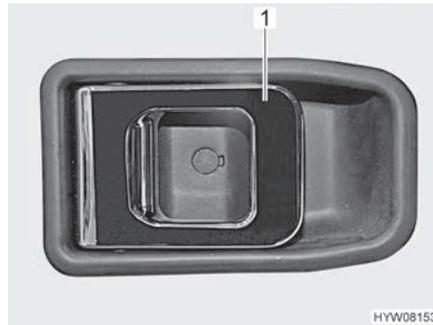

Fig. 25 Cerradura de la puerta (puerta del conductor interior)
- Tirar del tirador (Fig. 25,1). Se desbloqueará o bien abrirá la cerradura de la puerta.
- Presionar el tirador (Fig. 25,1). La cerradura de la puerta está bloqueada.